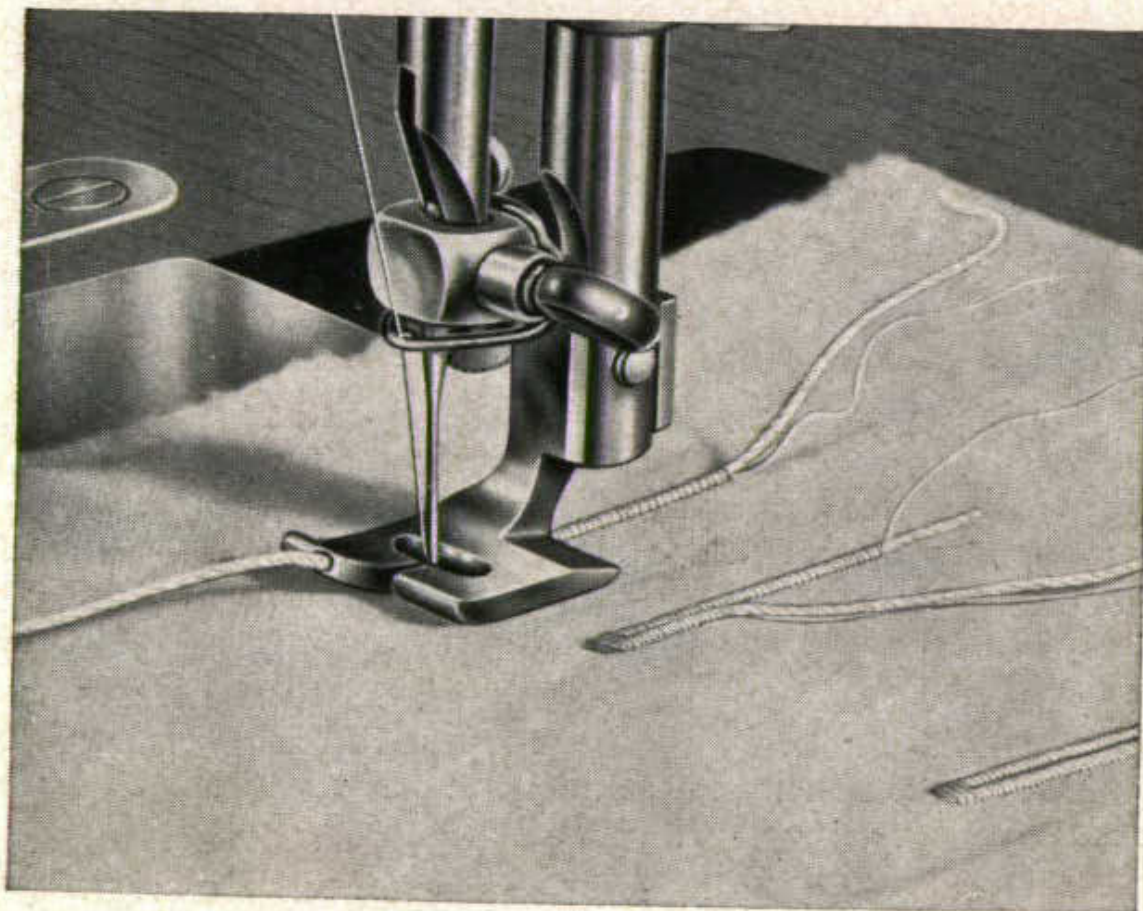

Fig. 19
18. Buttonholes (Fig. 19 and 20)